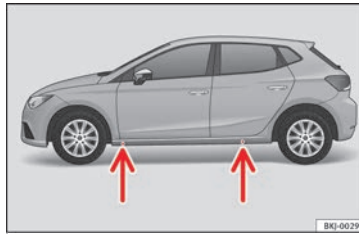

Fig. 85 Puntos de apoyo del gato.
• Busque en el larguero la marca del punto de apoyo del gato (zona hundida) más cercana a la rueda a cambiar » fig. 85.